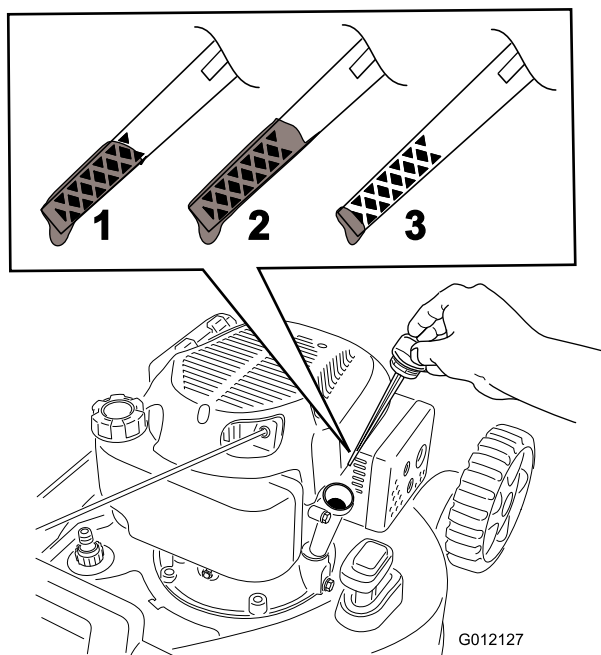

Figura 21
- Retire la varilla y compruebe el nivel de aceite en la misma (Figura 21).